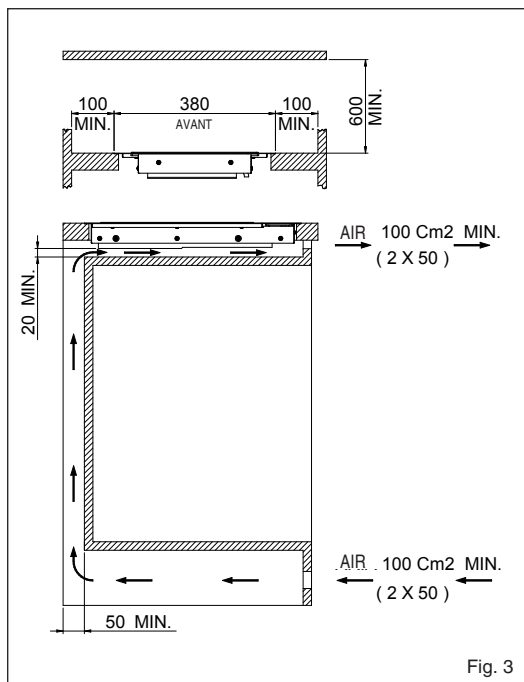

Fig. 3
- des passages d'air sont prévus d'après la figure (Fig. 3).